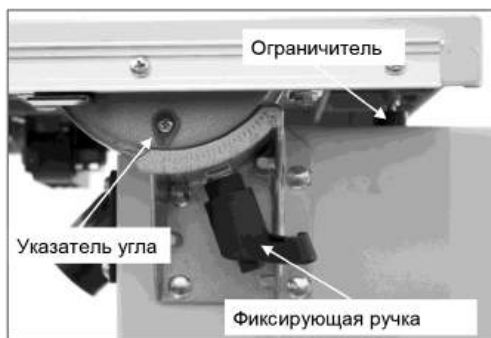

Рис. 21
- Ослабьте быстроразъёмный рычаг и приведите рабочий стол в горизонтальное положение, чтобы он лёг на ограничительный болт (ограничитель) (рис. 21).
- С помощью крестовой отвёртки ослабьте положение указателя угла и зафиксируйте его в положении  $0^\circ$  (рис. 21).